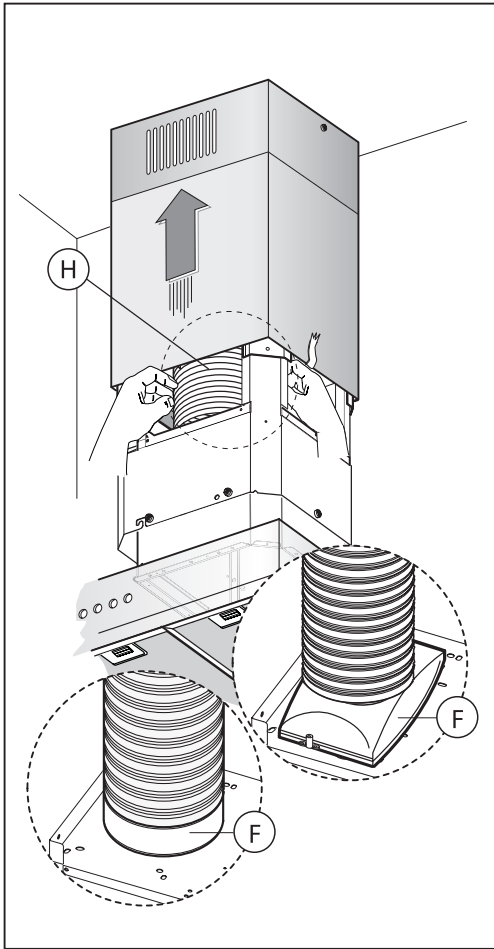

Fig.12
- Fissare il tubo di evacuazione aria **H** (non in dotazione) sulla flangia di raccordo **F** (Fig.12).